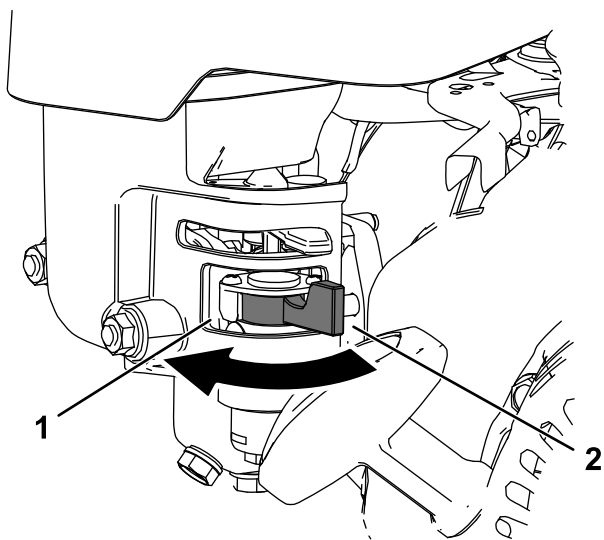

Figura 18
- Para abrir a válvula de combustível, rode a alavanca da válvula de corte de combustível na direção do manípulo do arranque manual com cordão (Figura 18).
- Para fechar a válvula de combustível, rode a alavanca da válvula de corte de combustível afastando-o do manípulo do arranque manual com cordão (Figura 18).